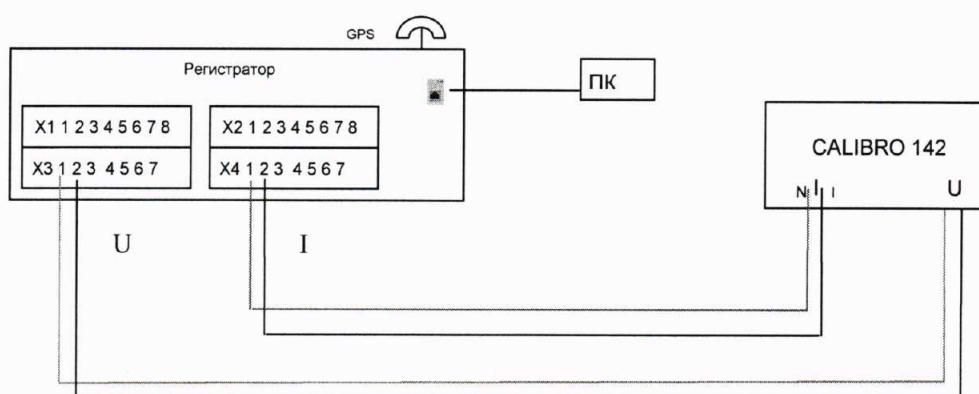

Рисунок 1
7.3.1.12 Подключите вход канала N регистратора к соответствующему средству поверки, руководствуясь схемой подключения рисунок 1.